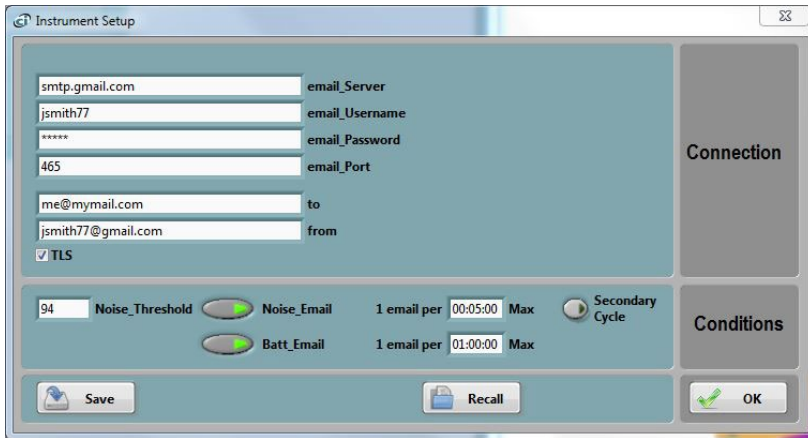

Figure 11 Configuration de l'e-mail
- **Un seul récipiendaire** La ligne destinataire (ligne *to* Figure 11).
- **L'adresse de l'expéditeur** La ligne de l'expéditeur (ligne *from* dans Figure 11).
Par défaut, l'application affiche les paramètres d'un compte *Gmail* fictif (voir Figure 11). Ces paramètres doivent bien sûr être modifiés pour refléter les paramètres du compte de messagerie de l'utilisateur.